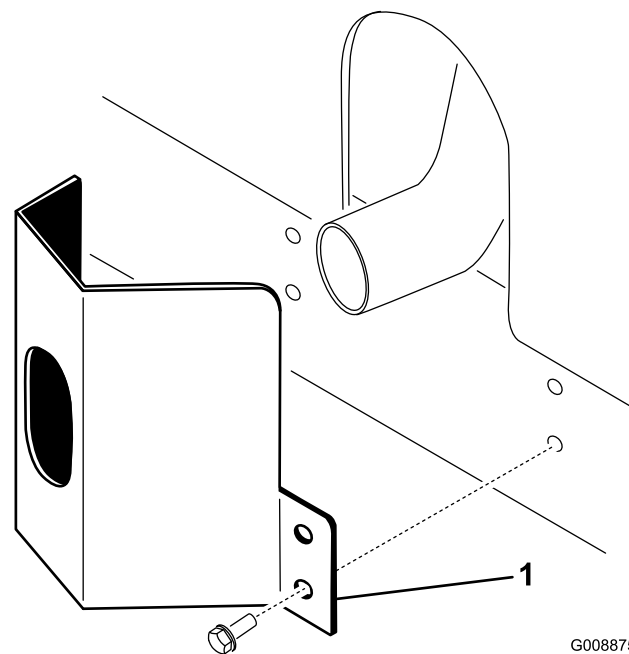

図 11
2. タップねじ本で固定する図 11。
1. フレームについている取り付け穴に合わせてマフラー部にガードを取り付ける図 11。